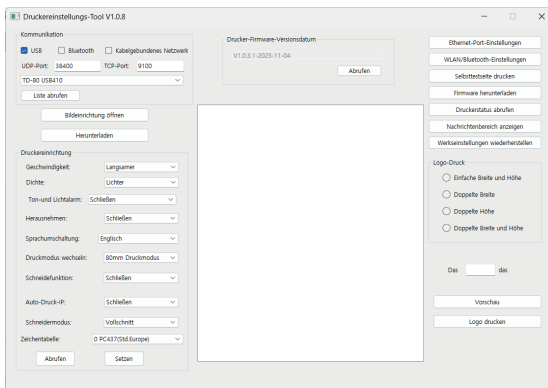

Fig.1
① Stellen Sie sicher, dass das USB-Kabel ordnungsgemäß angeschlossen ist. Öffnen Sie das Einrichtungstool (siehe Abbildung 1).